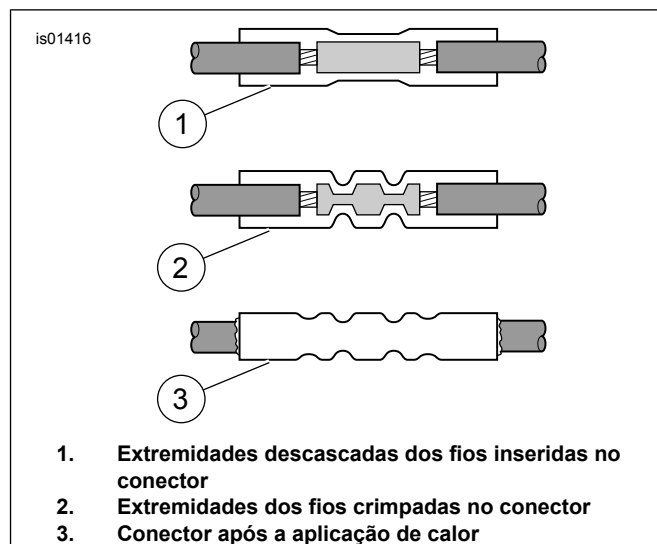

Figura 4. Conector tipo luva vedado instalado
2. Veja a Figura 4. Insira os dois fios pretos do pisca-pisca nas extremidades opostas de um conector tipo luva de emenda. Insira os dois fios violeta nas extremidades opostas de um segundo conector tipo luva de emenda.